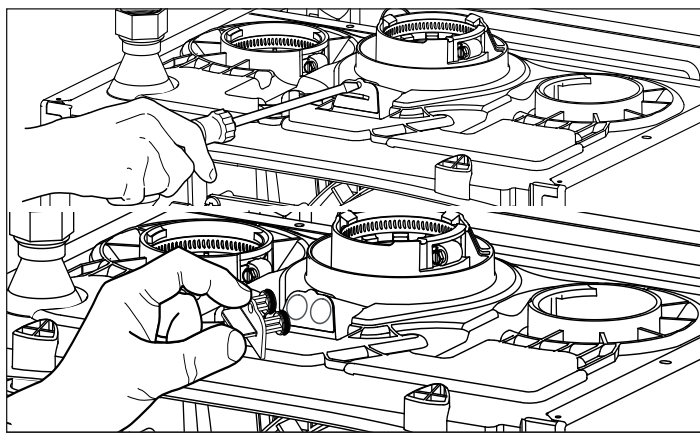

Figure 92 - Port de test de combustion
5. Remettez en place le port de test de combustion - voir la figure 92.